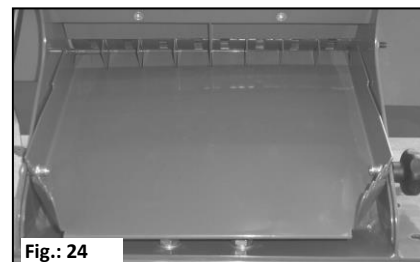

Fig.: 24
2. Placer la tôle de distribution sur le semoir et fixer sur le cadre avec les vis à poignée-étoile (voir figure 24).